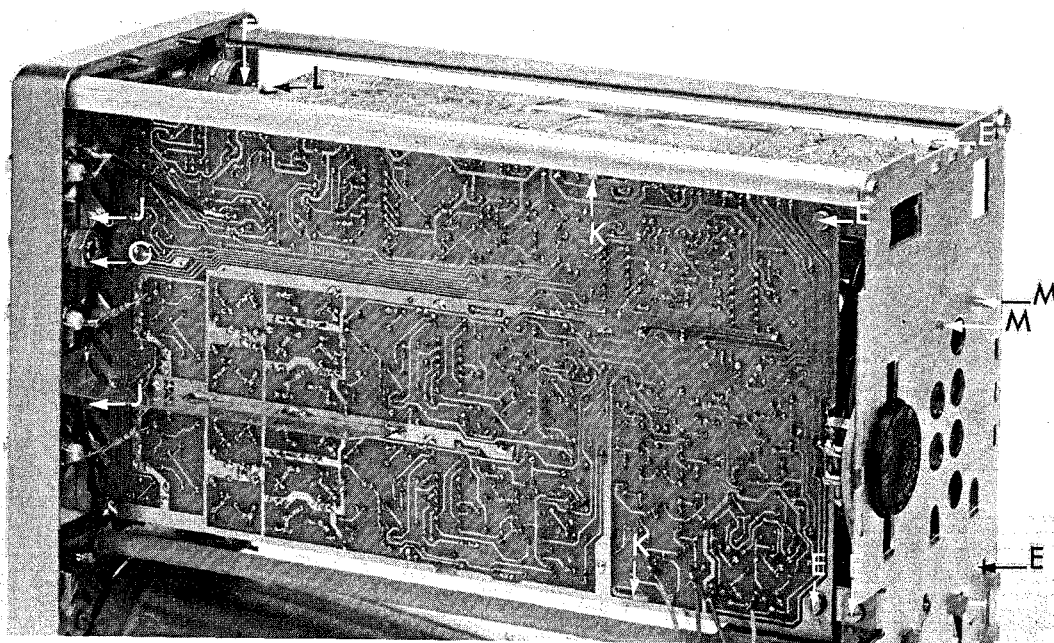

Abb. 2.7. Ausbau
- 5 Schrauben E (Abb. 2.7.) mit denen die Leiterplatten an der Rückwand befestigt sind.
- 1 Schraube F (Abb. 2.7.) hinter der Frontplatte (oben).
- 1 Mutter G (Abb. 2.7.) Frontplatte (unten).
- die beiden Schrauben J (Abb. 2.7.) und die beiden Muttern der Eingangsbuchsen für Kanäle A und B lösen.
- Scharnier K in der Mitte der Leiterplatte aushaken (Abb. 2.7.).
- um die vertikale Platte auszubauen: Befestigungsschraube L an der Frontplatte lösen (Abb. 2.7.).
- beide Muttern der Eingangsbuchsen für Kanäle A und B lösen, ebenso die beiden Schrauben J, womit die Platte befestigt ist (Abb. 2.7.).
- zwei Befestigungsschrauben M lösen (Abb. 2.7.).